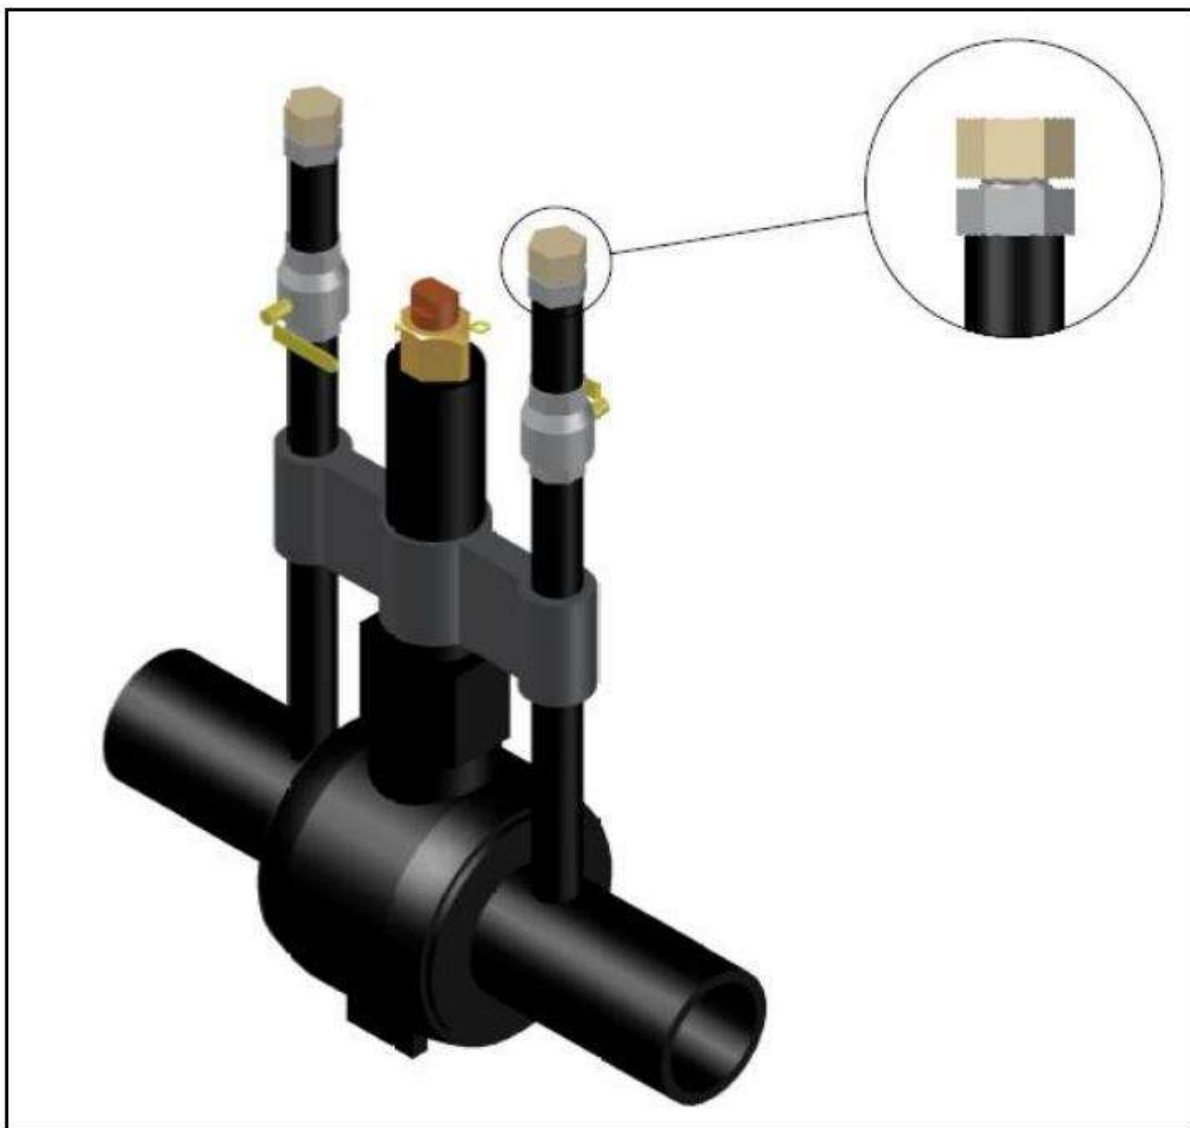

Figura 11 – Válvula com conjunto de vents a montante e a jusante.
- 4.6.8.3. Válvula com conjunto de vents a montante e a jusante - Figura 11.